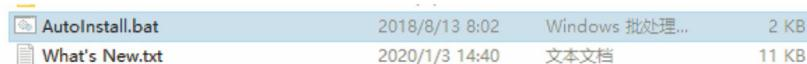

图7 批处理运行示意图
3、根据上图红框内的提示，在安装路径下找到.bat安装文件，如下图7，双击运行AutoInstall.bat文件，安装驱动、环境平台等：